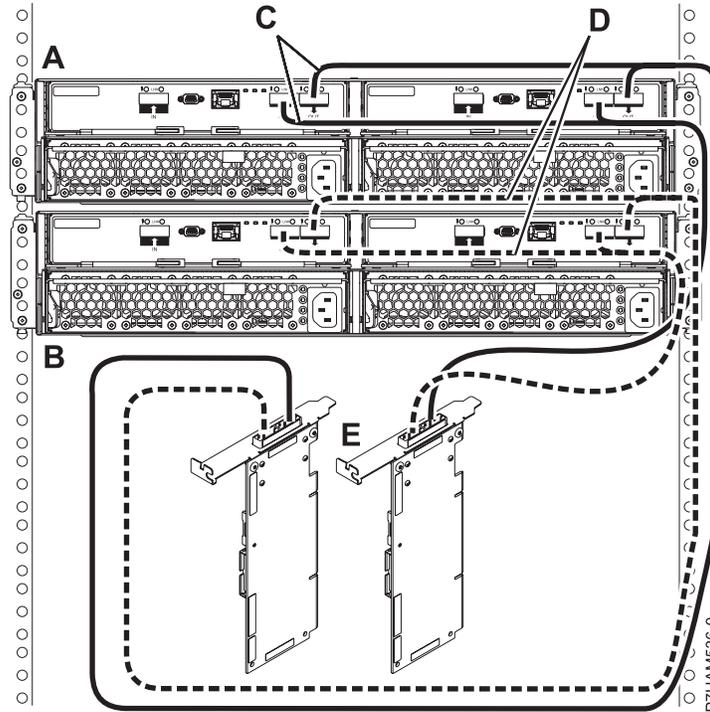

Figura 15. Conexión de la modalidad 1 de dos alojamientos de unidad de disco utilizando cables YO a un par de adaptadores SAS
15. Realice la conexión de la modalidad 1 de dos alojamientos de unidad de disco (**A y B**) utilizando los cables YO (**C y D**) a un par de adaptadores SAS (**E**). Consulte la Figura 15 en la página 17.